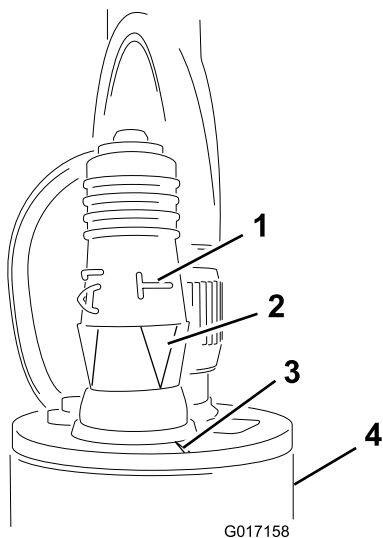

Figura 21
3. Instale el conector de programación en el sensor (Figura 21).
Importante: Asegúrese de alinear la flecha situada debajo de la letra 'T' en horizontal con la muesca del borde superior del sensor (Figura 21).